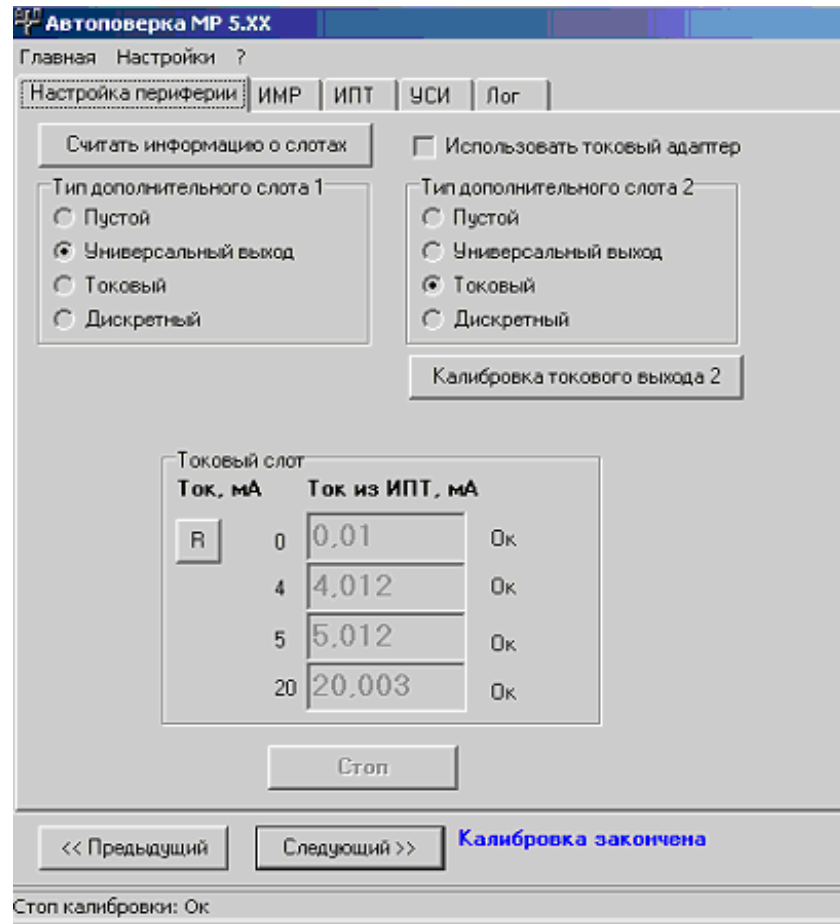

Рис. 18. Вид вкладки Настройка периферии.
2.5.3.3. Нажать кнопку **Следующий** и считать данные в открывшейся вкладке **Настройка периферии** (рис.18). Выбрать типы модулей расширения, установленных в слотах 1, 2, и, если установлен токовый выход, провести его калибровку.